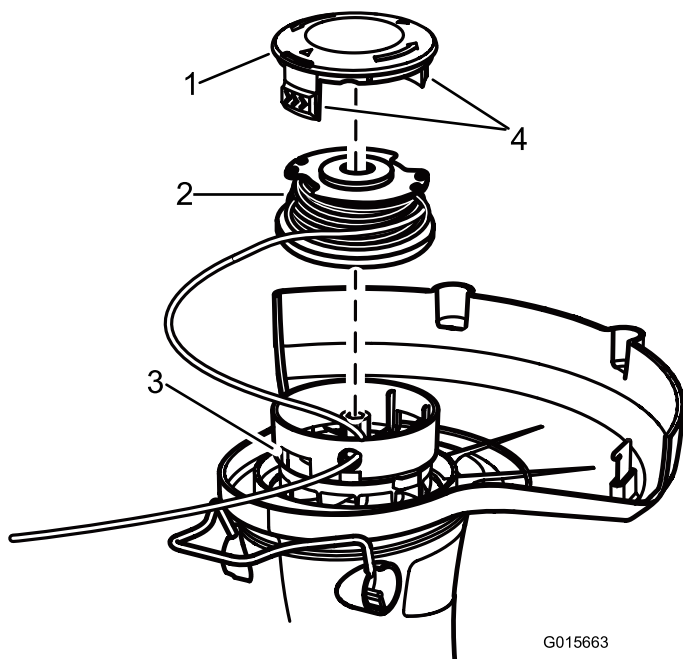

Figure 18
2. Appuyez sur les languettes de chaque côté du chapeau de fixation de la bobine (Figure 18).
2. Retirez la bobine. Voir Remplacement de la bobine (Figure 18).